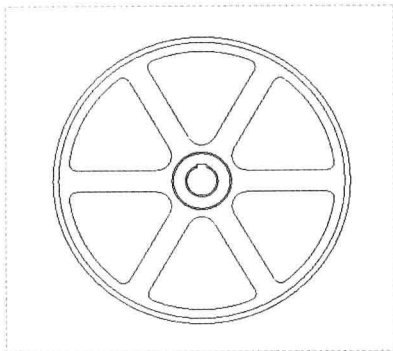

图 12-38 图形文件
Step 01 按【Ctrl+O】组合键，打开图形文件，如图 12-38 所示。